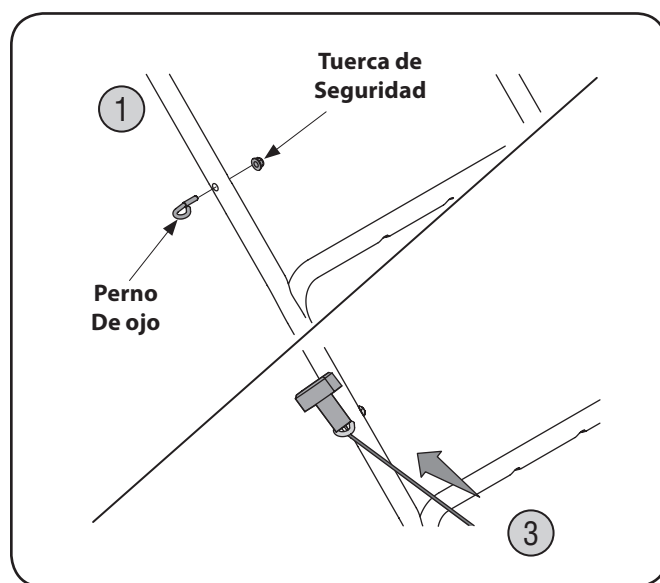

Figura 3-18
1. Coloque el perno de ojo en la manija superior y enrosque la tuerca de seguridad sin apretar para fijarlo. NO apriete. Vea Figura 3-18.
3. Enganche la cuerda a través del perno de ojo. Vea Figura 3-18.